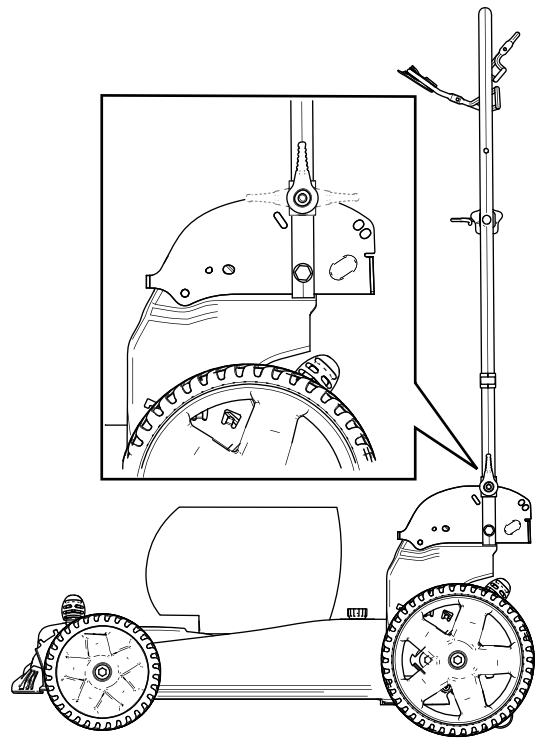

Figura 25
4. Pliegue el manillar hacia adelante, a la posición vertical o a la posición de plegado completo, según se indica en Figura 25.